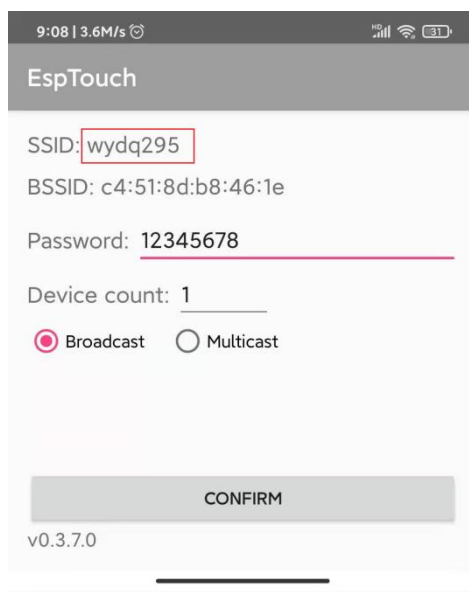

Abb. 6-4 APP interface
- e) Öffnen Sie die esptouch-App, geben Sie das Kennwort für den Namen des WLAN-Netzwerks ein (siehe Abb. 6-4) und lassen Sie das Telefon in der esptouch-App.